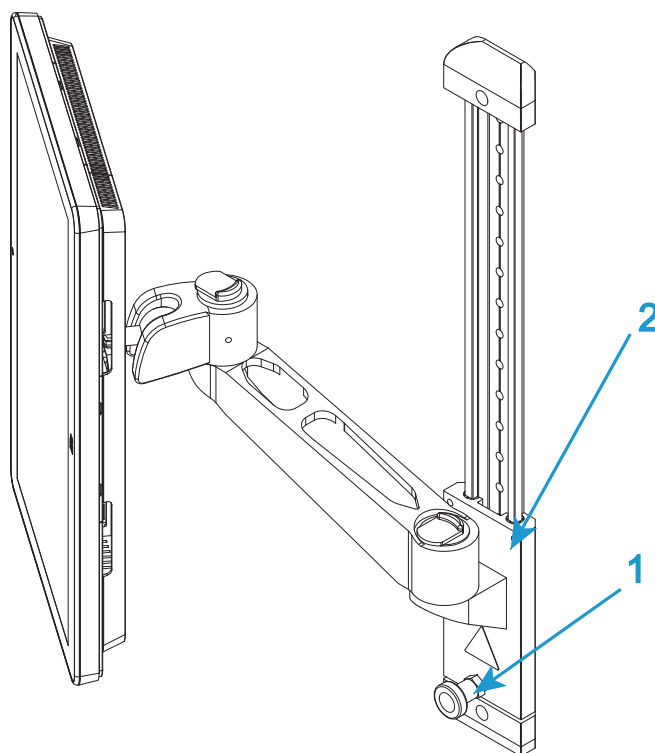

图9. 高度调整
1. 您可调整 Bluehill® 操作员控制面板 的高度，以便使不同的操作员可以舒适的操作。松开门锁（第 44 页图 9 中的 1），滑动安装臂（第 44 页图 9 中的 2）滑至所需高度。重新拧紧门锁。